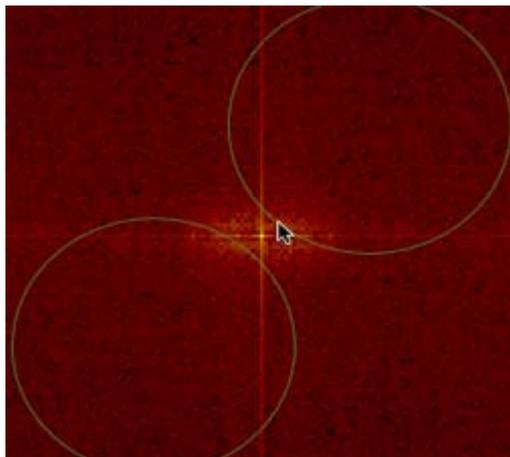

Рис. 5-44
2. Переместить курсор на поле Фурье-образа, при помощи мыши с нажатой основной кнопкой выделить одну из симметричных областей (Рис. 5-44).